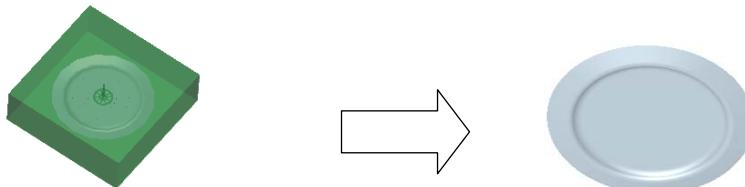

图 23.20 旋转曲面
Step3. 通过“旋转”的方法创建图 23.20 所示的曲面。
(1) 选择命令。单击 分型面 功能选项卡 $\text{形状} \downarrow$ 区域中的 旋转 按钮。